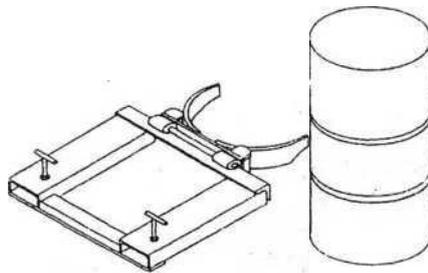

Figure 1
5. Soulevez l'unité et approchez-la du fût de manière à ce que les pinces entrent en contact avec celui-ci juste en dessous de la nervure de roulement supérieure. (Figure 1)